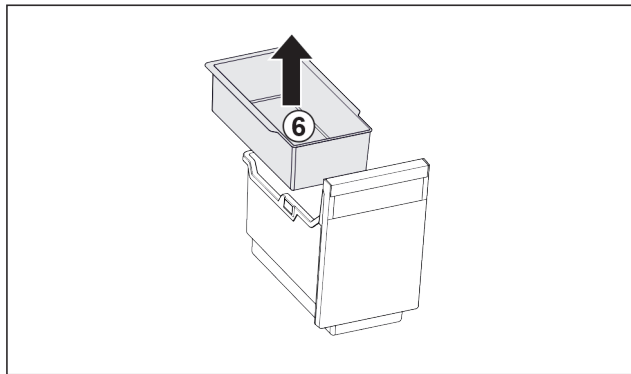

Fig. 118
- ▶ Izvadite ovjesnu posudu Fig. 118 (6).